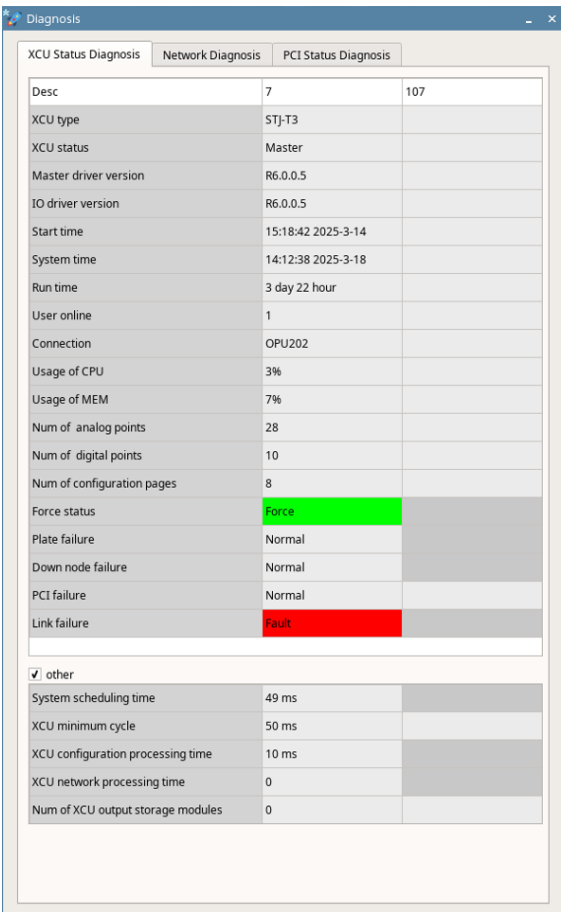

Рисунок 8.4-4 Другие параметры состояния контроллера
(4) Шаги 1-3: Все действия видны при входе под учетной записью инженера (ENG). Далее, войдите в систему с правами доступа SENG. Вернитесь в главный интерфейс CS, нажмите "Вход" в левом верхнем углу. Введите логин/пароль SENG. После успешного входа ПО самодиагностики перезапустится. После перезапуска выберите контроллер, щелкните правой кнопкой мыши, в результате чего в меню диагностики состояния контроллера появятся такие дополнительные параметры (см. рисунок 8.4-4), как время системного планирования, минимальный цикл контроллера, время обработки конфигурации контроллера, время обработки сетевых данных контроллером, номер модуля сохранения выходных сигналов контроллера.